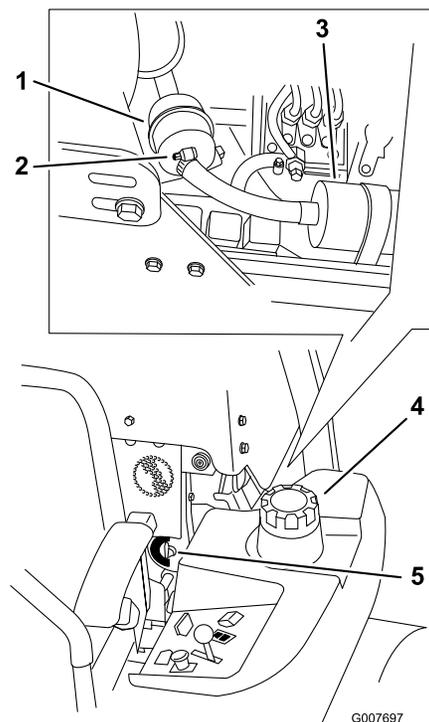

Figura 49
4. Cierre la válvula de cierre de combustible(Figura 49).
5. Afloje las dos abrazaderas y desconecte los tubos de combustible del filtro de combustible (Figura 49).
6. Instale un filtro nuevo. Conecte los tubos de combustible al filtro de combustible e instale las dos abrazaderas (Figura 49).